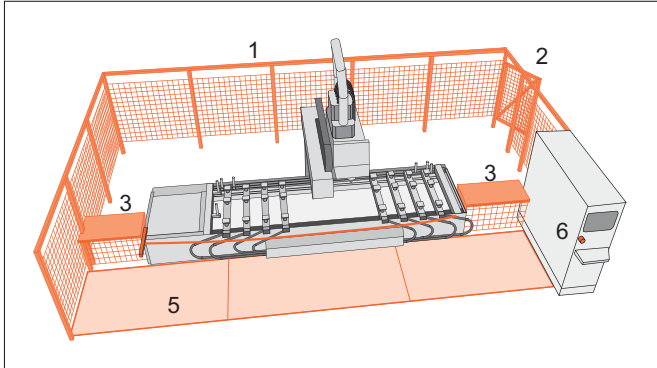
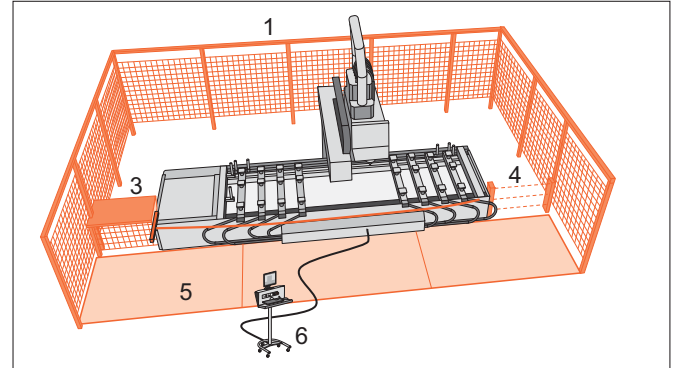

Fig. 6: solution avec tapis sensibles et deux protecteurs fixes (3).
Fig. 7: solution avec tapis sensibles et barrière optique multifaisceaux (4).
10. Lors de l'utilisation de **dispositifs de protection** (barrières optiques multifaisceaux, tapis sensibles, etc.), la commande de ces dispositifs est-elle conçue de sorte qu'aucun opérateur ne puisse se trouver dans la zone dangereuse? (ex. de solution: fig. 6 à 9)
Ex.: voir fig. 6, pos. 2 ou fig. 7, pos. 4.